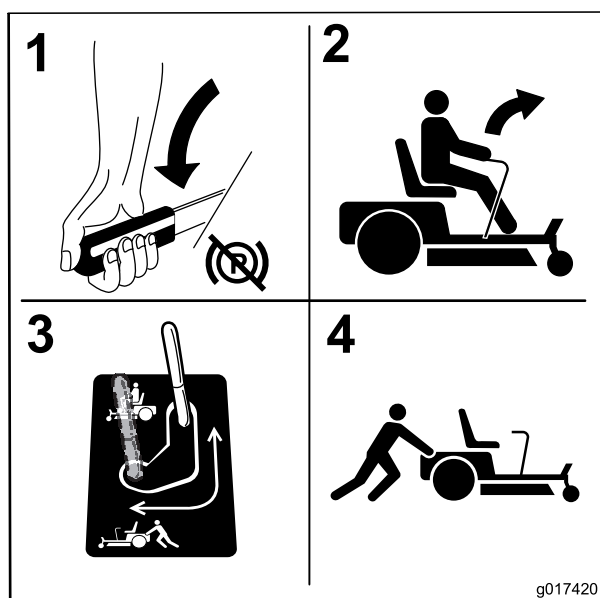

Figure 28
- Pour pousser la machine, déplacez les leviers de dérivation en arrière et bloquez-les en place comme illustré à la Figure 28. Répétez cette procédure de chaque côté de la machine.
5. Pour utiliser la machine, déplacez les leviers de dérivation vers l'avant (Figure 28).